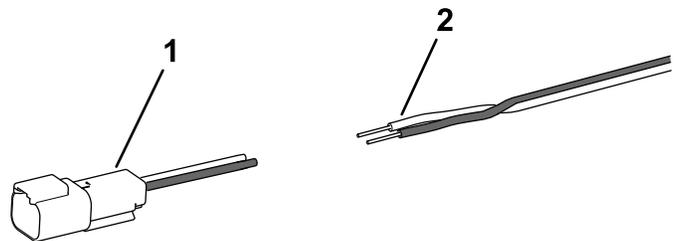

図 15
- スイッチハーネスのコネクタを切断して廃棄し、残ったワイヤの先端から長さ 10 mm 分の絶縁被覆をはぎ取る図 15。